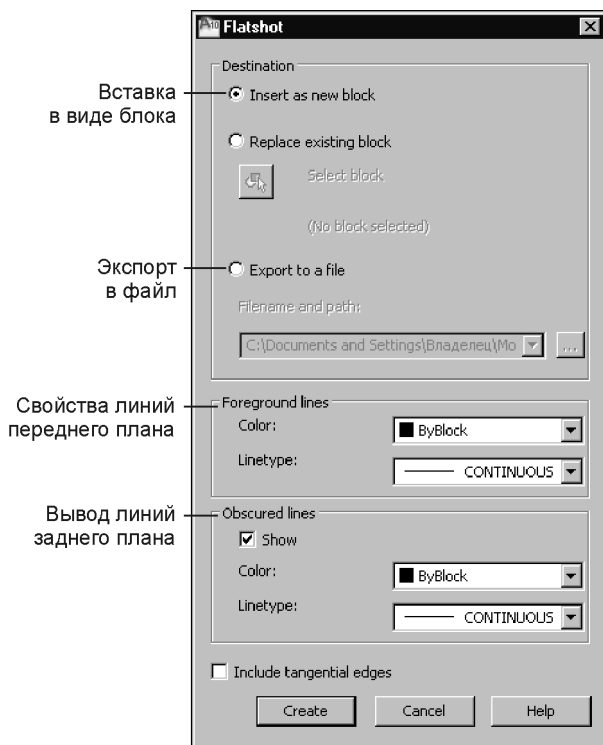

Рис. 9.13. Диалоговое окно **Flatshot**
4. В диалоговом окне **Flatshot** (Плоский снимок) (рис. 9.13) определите, куда следует выводить создаваемое плоское изображение, установив один из переключателей: